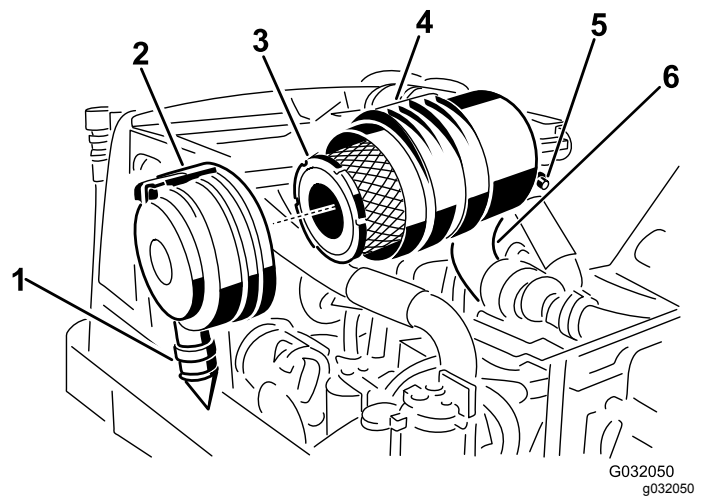

図 45
2. 主フィルタを外す 図 45。
3. 主フィルタを交換する 図 45。
7. アウトレットバルブが下向き後ろから見たとき、時計の5時と7時の間になるようにカバーを取り付けてラッチを掛ける 図 45。